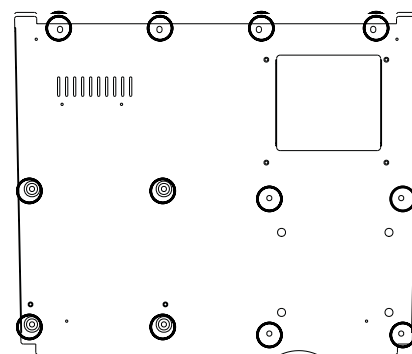

fig.1 Bottom Cover View / ボトムカバー
- Turn the MC-80 over, and remove the bottom cover. (See fig.1 to remove 12 screws.)
- MC-80 を裏返し、ボトムカバーを外します。(外すネジは fig.1 を参照してください。)